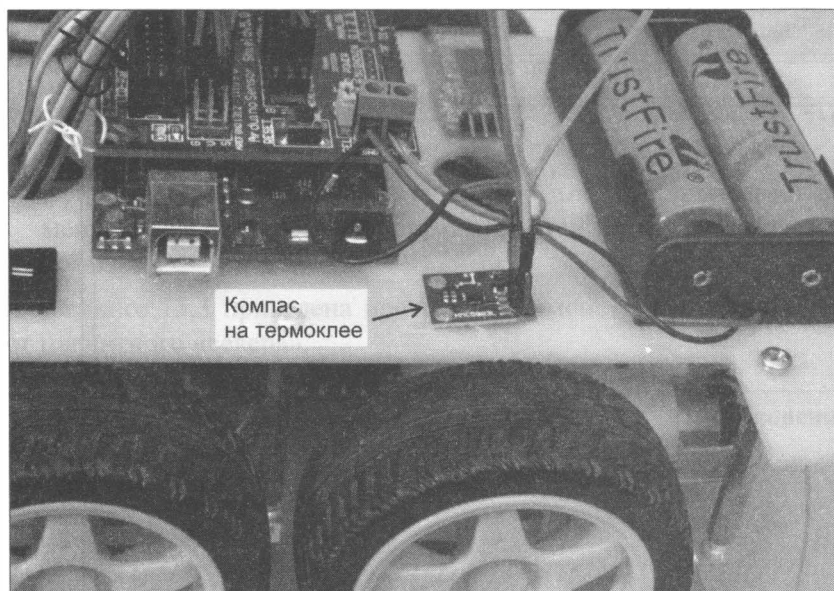

Рис. 13.9. Вариант установки на работа платы магнитометра HMC5883L
5. Закрепить магнитометр на роботе так, чтобы исключить возможность его смещения (рис. 13.9).